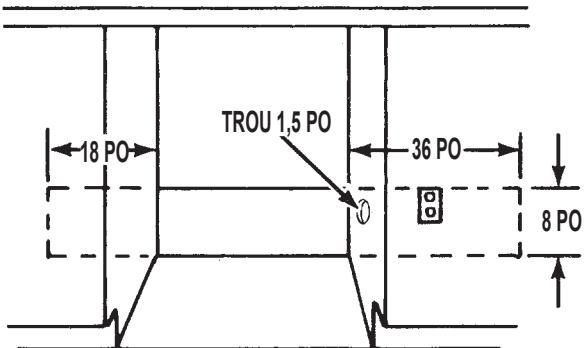

FIGURE 1
- La prise de courant doit être située à une distance raisonnable du lave-vaisselle pour qu'il soit possible d'y brancher le cordon d'alimentation sans l'étirer. Voir la ligne pointillée à la figure 1.
- Si nécessaire, découper un trou de diamètre 1,5 po (4 cm) dans une paroi latérale d'un placard pour le passage du cordon d'alimentation. Voir la figure 1.